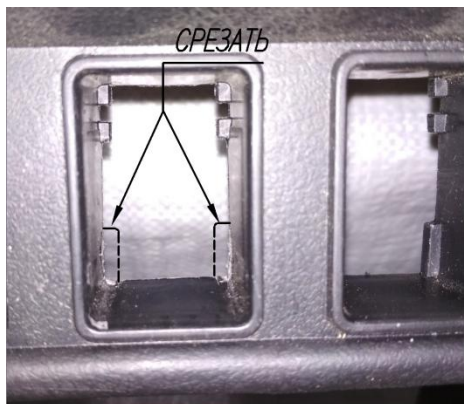

Рис. 1
6.3. Удалить декоративную заглушку в панели клавишных переключателей и при помощи канцелярского ножа, не снимая панель, срезать уголки крепления в одной из ячеек панели переключателей рис.1.